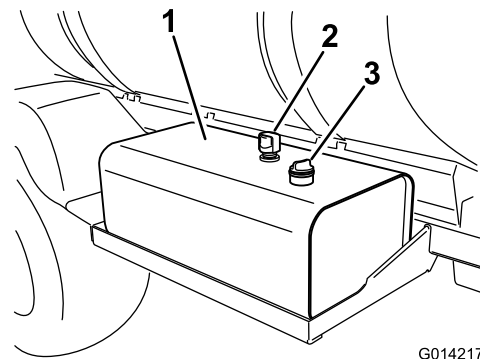

图21
2. 清洁液压油箱量油尺盖周围的区域、然后拆下盖子（图21）。